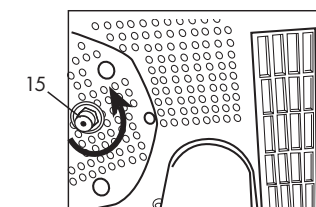

Fig. 17
Éliminer périodiquement de la chaudière le calcaire qui s'y serait éventuellement formé, en desserrant le bouchon de sortie (15) qui se trouve sous la machine Fig. 17.